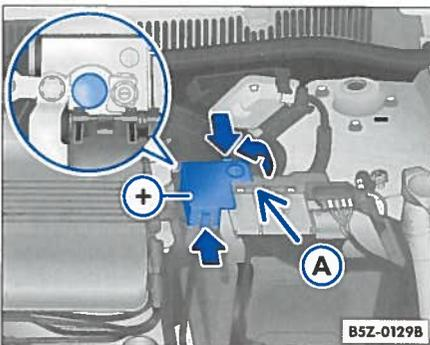

Abb. 121 Motorraum: Anschlussstelle für Starthilfekabel
2. Drücken Sie die beiden Rastnasen ⇒ Abb. 121 -Pfeile-, um die Abdeckung des Pluspols zu öffnen. Bei Dieselmotoren drücken Sie die Rastnase ⇒ Abb. 121 A um die Abdeckung zu öffnen.
3. Klemmen Sie ein Ende des *roten* Starthilfekabels an den Pluspol (+) des Fahrzeuges mit der entladene Batterie ⇒ Abb. 121, ⇒ ⚠.